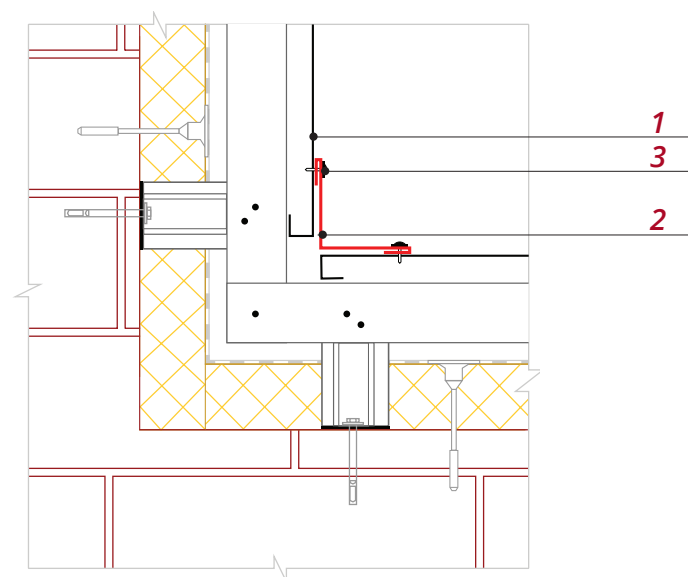

Рис. 13
- Планку угла внутреннего простую крепите после монтажа панелей сайдинга **1** (рис. 13). Рекомендуется использовать саморезы ПШС с окрашенной головкой **3**, вытяжные заклепки или кровельные саморезы 5.5\*19.